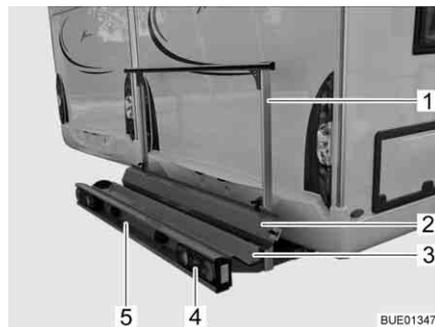
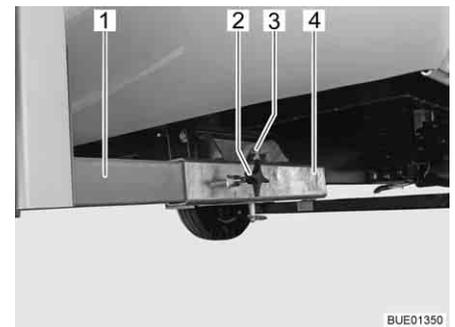

Fig. 8 Suporte de cargas
Fig. 9 Fixação ao veículo
O suporte de cargas (Fig. 8) dá-lhe a possibilidade de levar uma mota ou uma motoreta com um peso até 130 kg.
- Cuba de suporte (Fig. 8,3) e estribo de fixação (Fig. 8,1) com fixação no veículo (Fig. 9)
- Luzes traseiras (Fig. 8,4)
- Iluminação da matrícula do veículo (Fig. 8,5)
- Rampa de acesso (Fig. 8,2)
Ambos os suportes longitudinais (Fig. 9,1) do suporte de cargas estão fixados ao chão do veículo por meio de parafusos com pegas (Fig. 9,2) nos apoios quadrangulares (Fig. 9,4). O suporte de cargas é fixado por meio de um pino (Fig. 9,3) com anel de retenção.